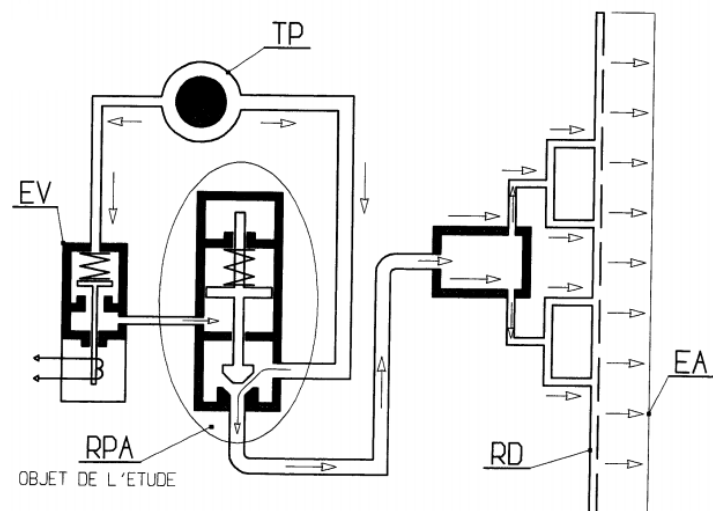

Figure1
Le relais pneumatique d'antigivrage, est un mécanisme qui équipe un turbopropulseur (TP). Il est commandé par une électrovalve (EV) placée en parallèle ; il est connecté à une rampe de diffusion (RD) d'air chaud. Ce relais a pour fonction d'admettre un gros débit d'air chaud vers l'entrée d'air (EA). La figure1 situe le relais dans l'installation.